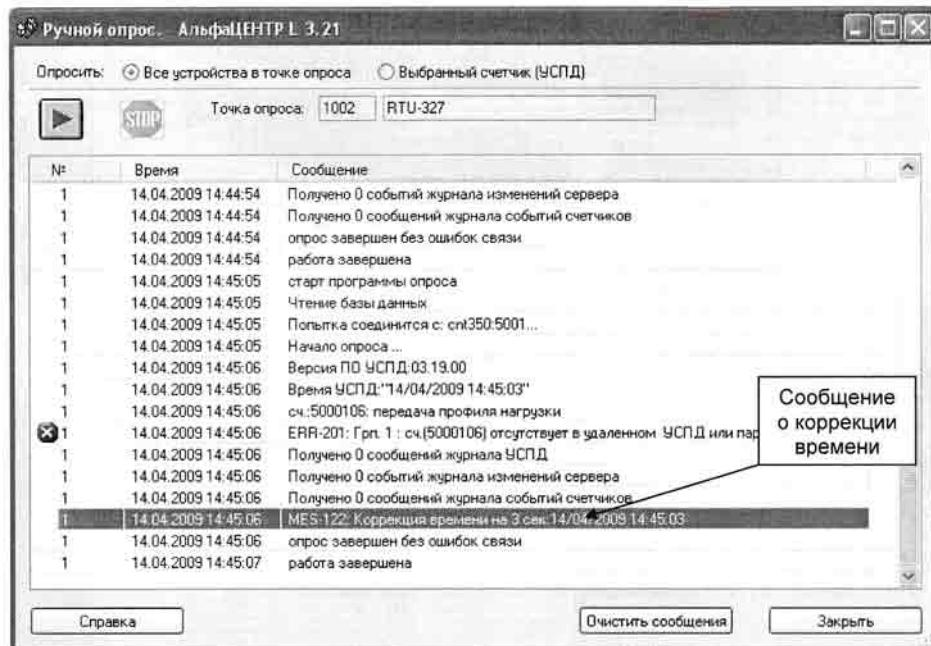

Рисунок 5. Ручной опрос ИВК.
- 6.3.9 Произвести ручной опрос ИВК Альфа ЦЕНТР с помощью инженерного пульта с выставленной опцией коррекции времени. Убедиться в успешном прохождении синхронизации времени в ИВК (рисунок 5).